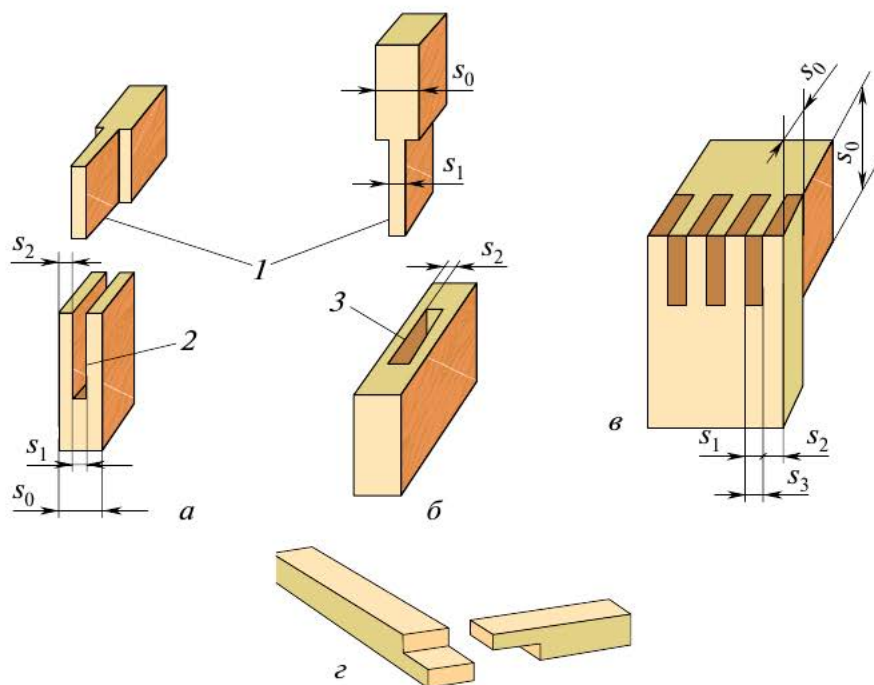

Рис. 4.51. Виды шиповых соединений и их основные элементы:
- угловое концевое (рис. 4.51, *а*);
- угловое срединное (рис. 4.51, *б*);
- угловое ящичное (рис. 4.51, *в*);
- угловое «вполдерева» (рис. 4.51, *г*).
В зависимости от толщины (s) соединяемых деталей выбирают различное количество шипов. Для *угловых концевых* и *угловых срединных* соединений размеры шипов и проушин определяют по формулам (см. рис. 4.51):